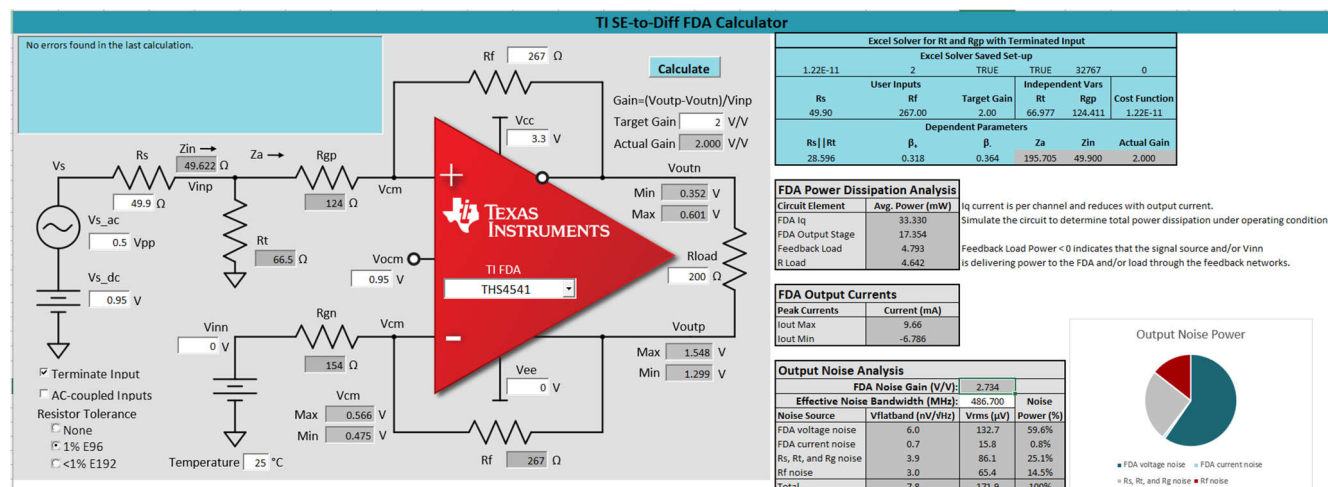
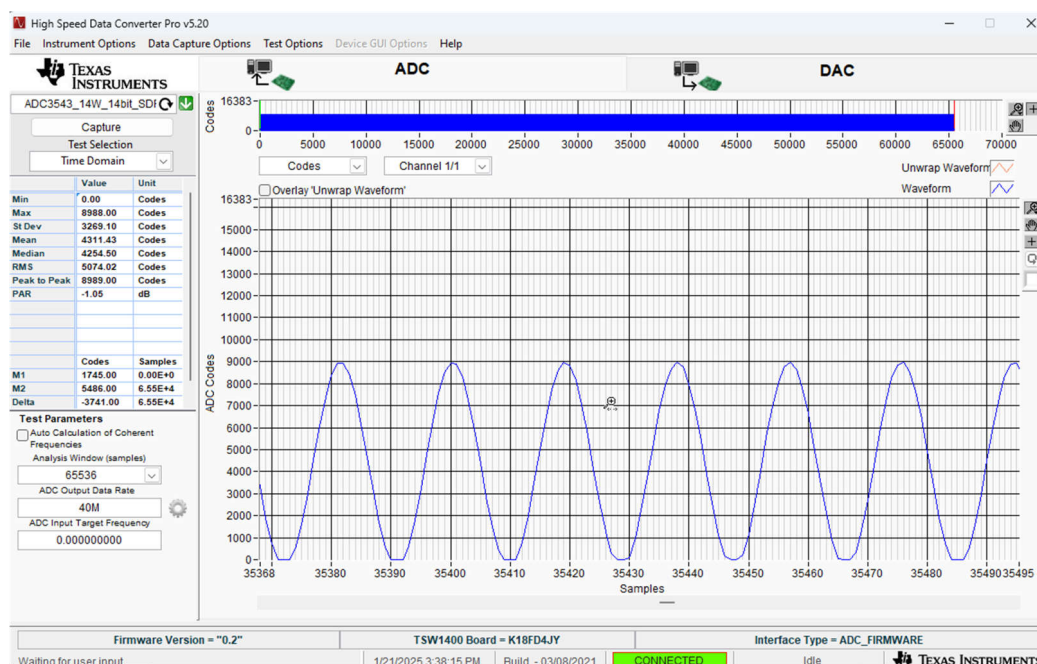
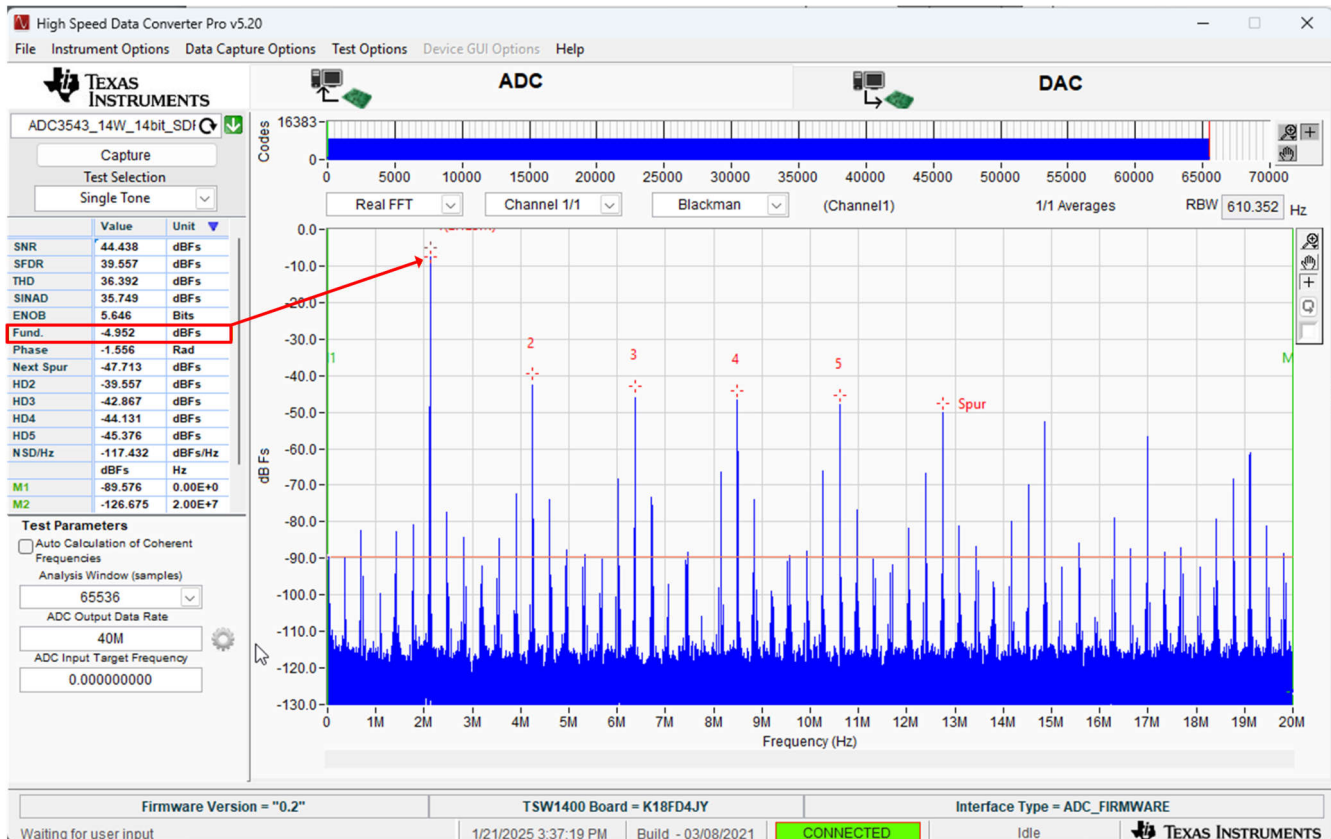

图 4-1. 使用 THS4541 的 FDA 计算器示例，SE 输入至差分输出（如图所示）
图 4-2. FDA 的输出共模电压在 P 和 N 输出之间不平衡，导致 ADC 模拟输入信号采集出现偏移
图 4-3. HSDCPro 输出频谱由于共模平衡不良被削波
要详细了解该特定计算器，请参阅图 4-1。该工具支持差分输入和差分输出配置，以及 SE 输入至差分输出配置。
最后要说明一些要点，尤其是在 FDA 配置了单端输入和差分输出的情况下。请再次注意图 4-1。请注意，两个 FDA 输入端接不同的电阻值，以便特意达到不平衡。这是为了在此配置中强制共模电流达到平衡。因此，放大器的信号输入端需要额外的 R_t 值，并且 R_{gp} 和 R_{gn} 的值略微不相等，以便在仅使用一个输入时帮助平衡该阻抗。如果操作不正确，这些共模电流不会抵消，并且输出端的电压不一定相等。以下是该良好电路发生故障时可能出现的情况。请参阅图 4-2
为了避免这种错误，只需在数据表中浏览建议的示例公式，找到 SE 转差分信号的方法，或者在 TI.com 上使用这个方便的计算器，如图 4-1 中所示。否则，这实际上会在 FDA 的输出端和 ADC 的输入端之间产生关于 VCM 的激烈竞争。两个器件之间的这些直流共模值不完全匹配。因此，这两个器件将开始相互“争斗”，并且总是达成某种妥协以满足彼此的直流需求。无论谁胜出，电路都不正常，FDA/ADC 组合无法在频谱中正确表示自己，如图 4-3 中所示
请注意远离 ADC 的 VREF 引脚或查看数据表。大多数具有此类注释的引脚都不具备提供 VCM 偏置的能力，除非通过放大器跟随器配置在外部对它们进行缓冲。请注意，VREF 引脚设置转换器内所有的内部基准偏置。这也是转换器满量程输入的函数。如果 VREF 引脚使用不当（例如负载过大），转换器的输入满量程范围可能会意外偏移，这也会导致图 4-3 和图 4-2 所示的情况。因此，系统的总动态范围会受到限制。总之，如果可能，不要使用 VREF 引脚。
- 在做出 FDA 和 ADC 选型决策后，最好分别使用上述电子表格或 FDA 和 ADC 数据表来确定它们的共模电压是否兼容。如图 4-1 中所示，FDA 针对 SE 输入和差分输出进行了配置，只需使用 3.3V 电源即可满足 ADC 模拟输入的 +0.95V 共模电压需求。请注意，也可以通过上一步电子表格中 FDA 和 ADC 的选型决策来完成此步骤。这一步可以作为一种不错的复查。